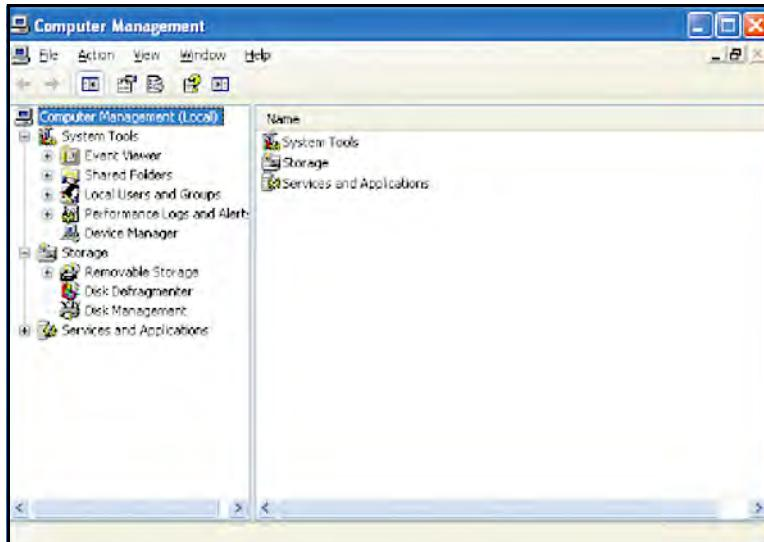

Рис. 115: Локальные пользователи и группы в окне управления компьютером
3. В иерархии опций управления компьютером разверните папку Локальные пользователи и группы (Local Users and Groups) (см. Рис. 115 ниже).